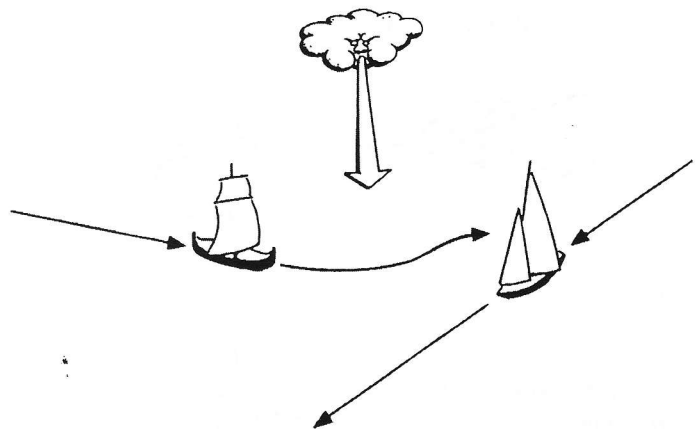
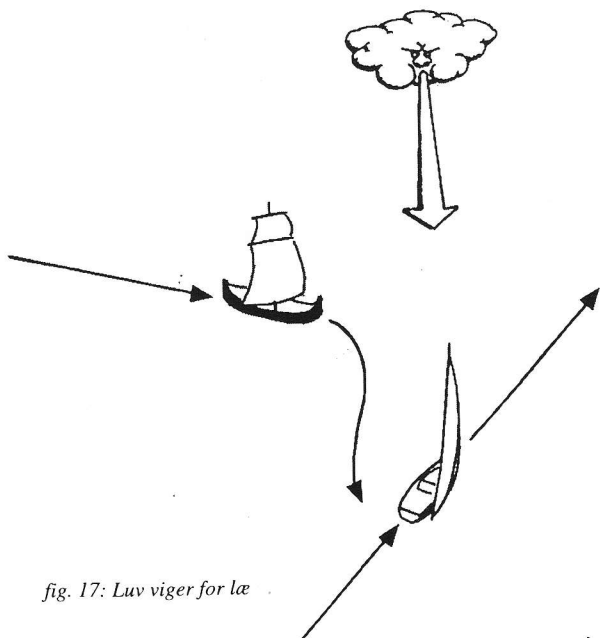

fig. 16: Bagbord halse viger for styrbord halse
fig. 17: Luv viger for læ
3. Når to sejlskibe møder hinanden, viger: (a) Bagbord halse for styrbord halse (fig. 16). (b) Sejler de to skibe på samme hals, viger skib til luv for skib til læ (fig. 17). (c) Et skib på bagbord halse, viger for skib til luv, når det ikke med sikkerhed kan afgøres, hvilken hals det andet skib sejler på. (d) Et skib, der overhaler et andet, har vigepligt. (e) Enhver kurs og fartændring skal være helt tydelig. (f) Det skib, der ikke har vigepligt, holder kurs og fart.